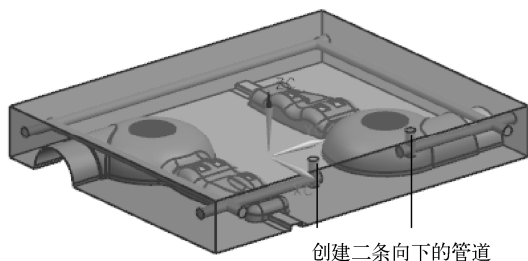

图 10-97 创建二条向下的管道
(17) 用【直接通道】的方法，在型腔的上表面再创建两条向下的管道，与前面创建的管道连通，如图 10-97 所示，并且记住这两个点的 x, y 坐标位置为 (100, 50) 和 (100, -40)。